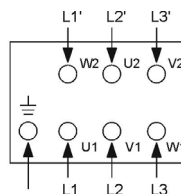

Fig. 3
- Effettuare i collegamenti, a seconda del caso, in base alla Fig. 3.